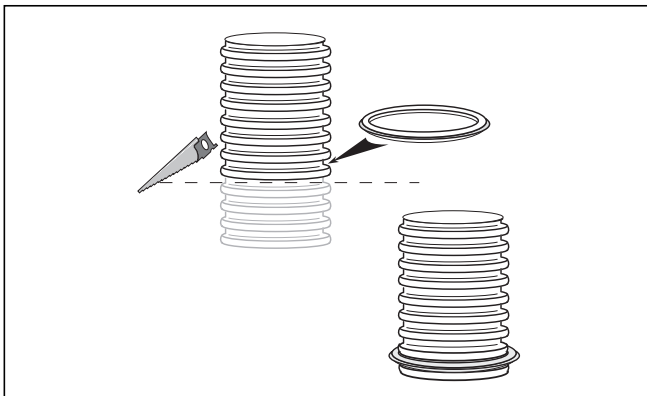

Рис. 4.28 Уменьшение длины гибкого дымохода и монтаж уплотнения
Укорачивайте гибкий дымоход (см. рис. 4.28) только после того, как Вы закрепили его на горловине шахты.
- Затем установите уплотнение в самый нижний неповрежденный гофр дымохода (см. рис. 4.28).